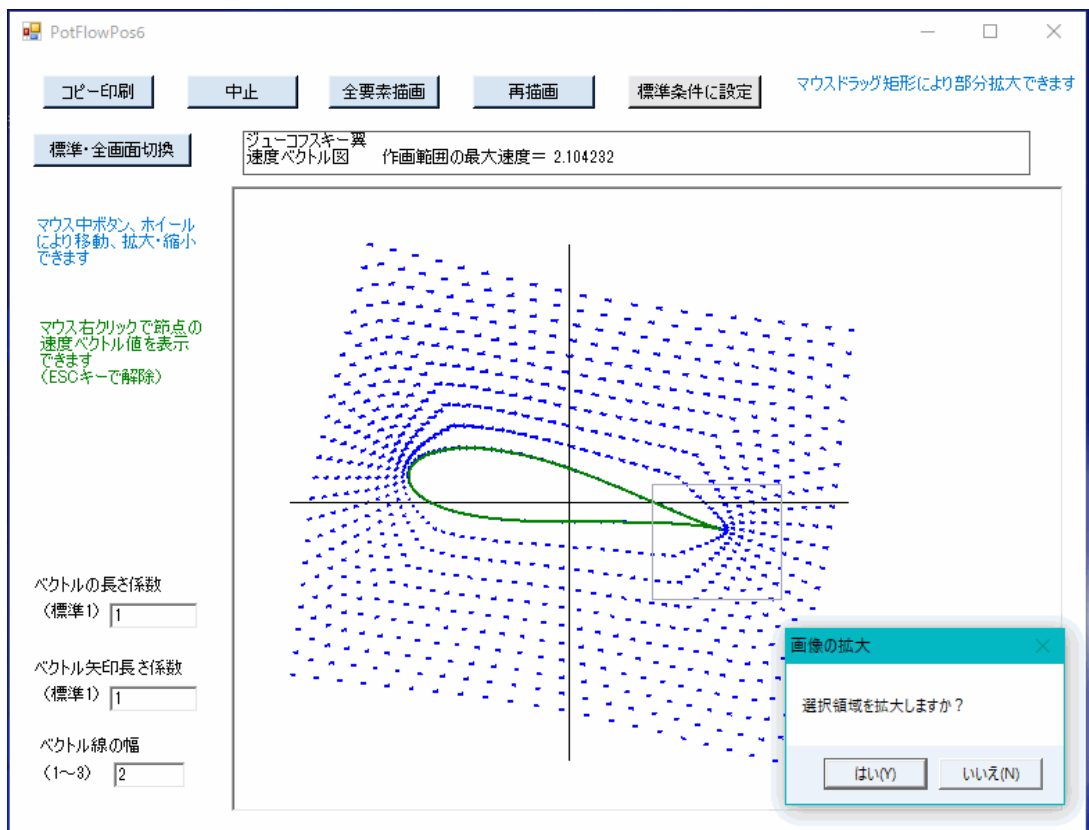
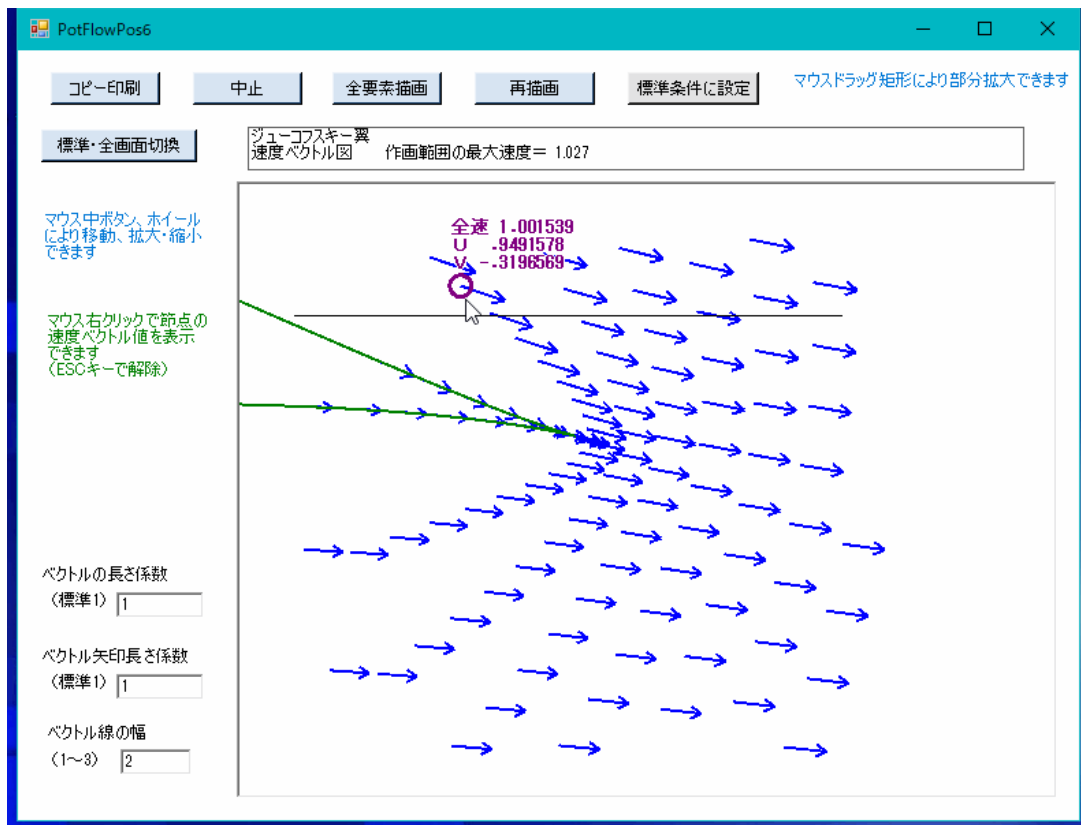

図7-5 物理空間の速度ベクトル図で拡大領域選択例
図7-6 速度ベクトル図の部分拡大例（マウス右クリックの節点の速度表示有り）
- ①それら画面のように、各節点における速度ベクトルが青色で表示されています。
- ②本画面の左側に、「ベクトルの長さ係数」、「ベクトルの矢印長さ係数」、「ベクトル線の幅」の3つのパラメーターを表示してあります。それらのパラメーターを変更することができます。変更した後は、「再描画」ボタンをクリックすると、新しいパラメーター条件による作画画面に変更されます。
- ③「標準・全画面切換」ボタンをクリックすると、標準画面と全画面を切り換えることができます。また、画面Formの右下コーナー等をマウスドラッグすることにより、標準画面と全画面の間で自由に拡大・縮小できます。
- ④マウス中ボタン、ホイールにより移動、拡大・縮小を行なうことができます。中ボタンを押したまま動かせば図形を移動できます。また、ホイールの回転により拡大・縮小ができます。
- ⑤マウスドラッグ矩形により、構造図の一部分を拡大できます。
- ◇マウスドラッグ矩形は、拡大したい部分の左上隅にマウスを移動し、そこでマウスの左ボタンを押し、その左ボタンを押した状態で拡大部分の右下隅までマウスを移動させ、そこで左ボタンを離します。そうしますと、図7-5のようにマウスドラッグ範囲の矩形が表示され、コモンダイアログで「選択領域を拡大しますか？」と問ってきます。そこで、「はい」を選択すると、選択領域が拡大されて表示されます。部分拡大した速度ベクトル図を図7-6に示します。
⑥マウス右クリックで任意の節点を選択すると、図7-6のように同節点の速度値が表示されます。